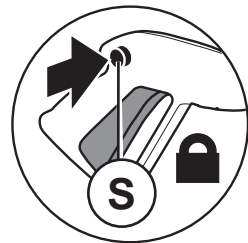

fig. 5
**⚠** Ledere keer als u de machine stopt moet de veiligheidsvergrendeling (fig 5 pos. S) gebruikt worden om eventuele ongewenste ingebruikname te vermijden.